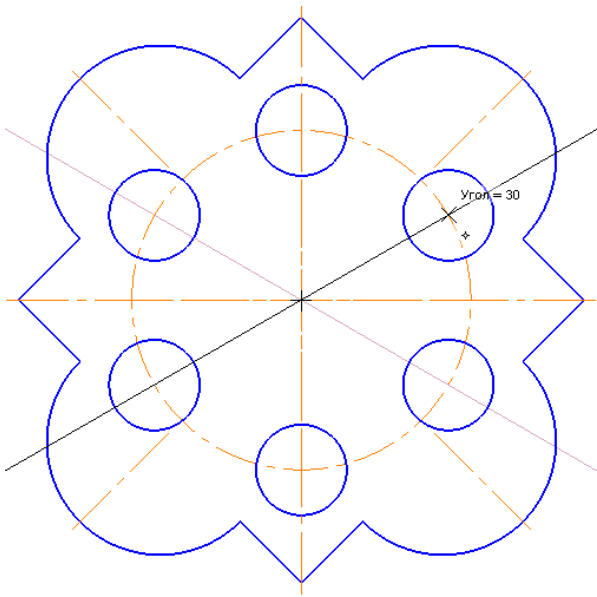
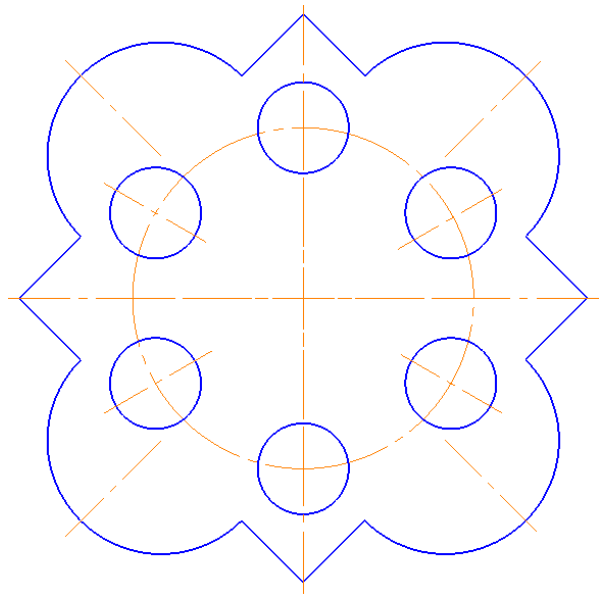

Рис. 2.4.23
Рис. 2.4.24
11. Після побудови кіл отворів необхідно побудувати осьові лінії в 4-х з них. Спочатку побудуйте **Вспомогательные прямые** під кутами 30 і 150 градусів (рис. 2.4.23). Потім виберіть **Осевая линия по двум точкам** на панелі **Обозначения** і побудуйте вісі (рис. 2.4.24).